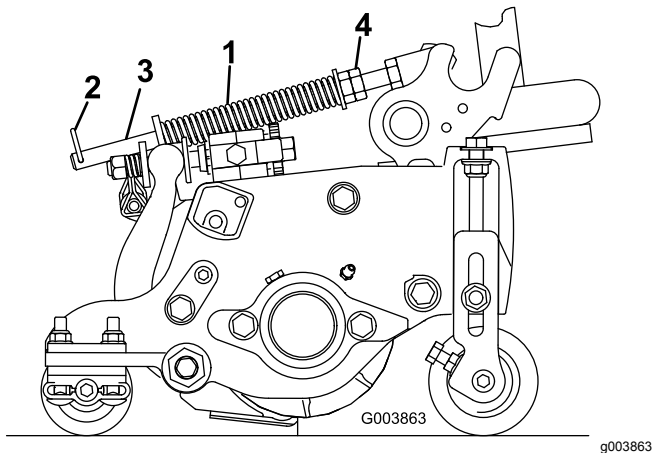

Figura 17
A mola de compensação de relva (Figura 17) transfere peso do cilindro dianteiro para o cilindro traseiro. Isto ajuda a reduzir o efeito ondulado na relva, também conhecido como ondulação ou “bobbing”.
1. Certifique-se de que o pino de perno de gancho está instalado no orifício traseiro na haste da mola (Figura 17).
2. Aperte as porcas sextavadas na extremidade dianteira da haste da mola até que o comprimento comprimido da mola seja 12,7 cm nas unidades de corte de 12,7 cm, ou 15,9 cm nas unidades de corte de 17,8 cm (Figura 17).